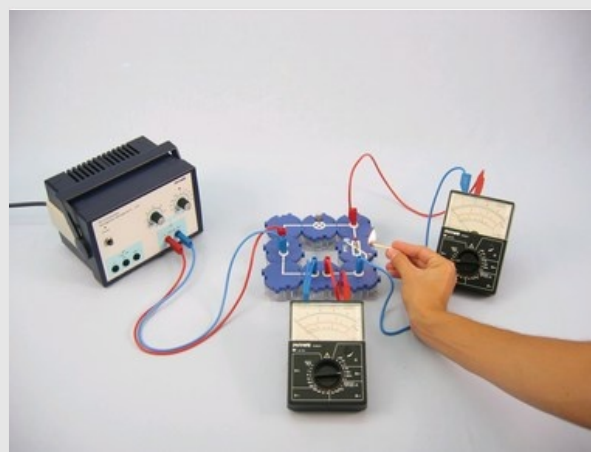

Fig. 5
- Chauffe la résistance PTC avec une flamme d'allumette comme dans la figure 5.